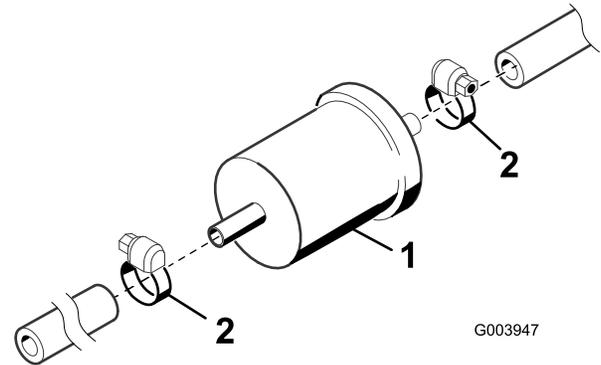

Figura 64
1. Localize o filtro de combustível que se encontra ao longo da longarina do lado esquerdo em frente da bomba de combustível (Figura 64).